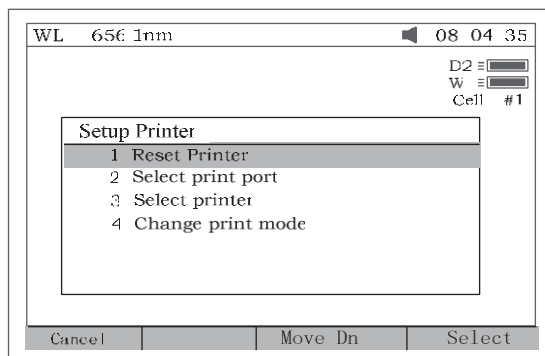
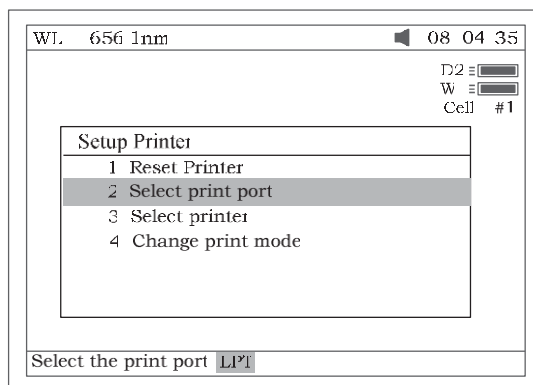
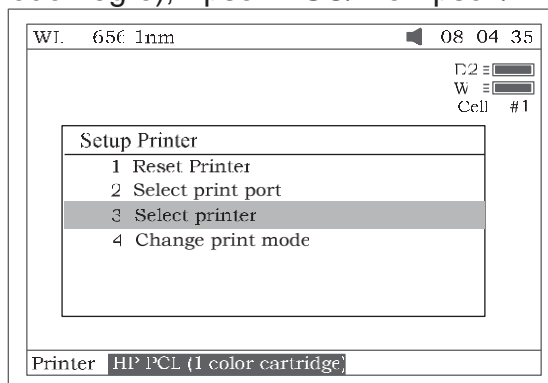
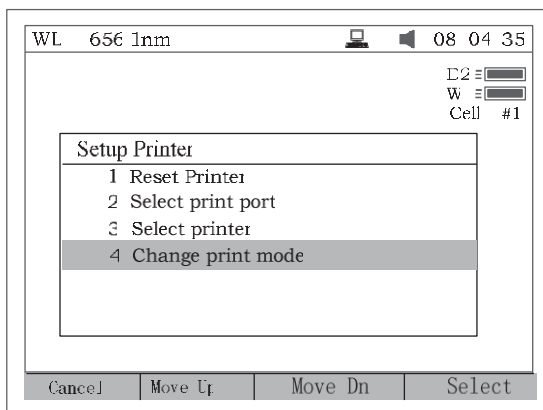

Fig 74
Fig 75
Fig 76
Fig77
Pulse 2 para configurar la impresora (Fig 74). **ESC** para salir.
1. Pulse 1 en la Fig 74 para reajustar la impresora.
2. Pulse 2 en la Fig 74 para seleccionar el puerto (LPT or Comm., Fig 75).
3. Pulse 3 en la Fig 74 para seleccionar la impresora (HP PCL (1 cartucho de color), PCL (modo negro), Epson ESC/P o Epson/P2, Fig 76).
4. Pulse 4 en la Fig 74 para cambiar el modo de impresión. La primera vez que se pulsa 4, un pequeño ícono se mostrará en la línea superior de la pantalla (Fig 77). En este modo, cuando se pulsa Print, todos los items en pantalla se imprimirán. La segunda vez que se pulsa 4, el pequeño ícono desaparecerá. En este modo, cuando se pulsa Print, se imprimirá un reporte del ensayo.